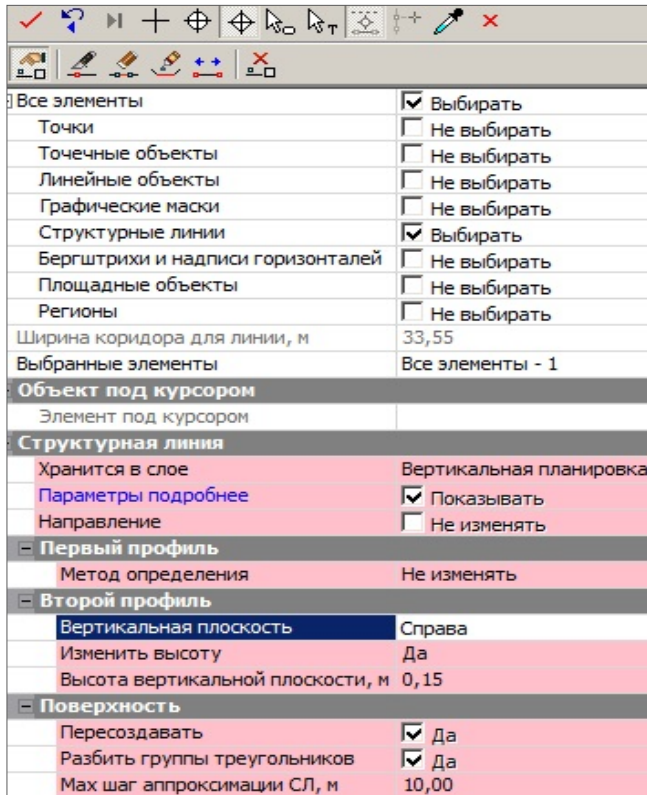

Рис. 6.24
- Укажите курсором в режиме выбора линии левую кромку проезжей части. В параметрах назначьте создание второго профиля справа с вертикальным смещением **0,15 м** и одновременным пересоздание поверхности (рис. 6.24).